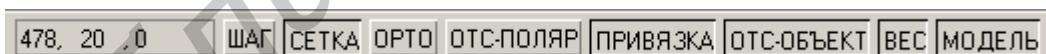

Рис. 9. Стока состояния
На рабочем столе AutoCAD 2005 закреплены 6 из 29 панелей инструментов: стандартная панель инструментов (рис. 5), панель **Слои**, панель **Свойства объектов** (рис. 6), панель **Рисование** (рис. 7), панель **Редактирование** (рис. 8), строка состояния (рис. 9).
1) нажав соответствующую кнопку в строке состояния (см. рис. 9). Нажмите, например, на кнопку **СЕТКА**. Сетка с экрана исчезнет. Повторное нажатие вернет сетку. Нажатая кнопка выделяется черным уголком в левом верхнем углу кнопки (см. кнопку **ПРИВЯЗКА**);
Для включения объектной привязки нужно щелкнуть мышью в строке состояния по кнопке **ПРИВЯЗКА** (см. рис. 9). Предварительно необходимо настроить привязку на конкретные опорные точки графических объектов.
Для обеспечения точности и эффективности построений можно включить также полярное и объектное сложение (см. на рис. 9 кнопки **ОТС-ПОЛЯР** и **ОТС-ОБЪЕКТ**), которые позволяют производить построения точно вдоль вспомогательных наклонных и ортогональных линий. Можете попробовать.